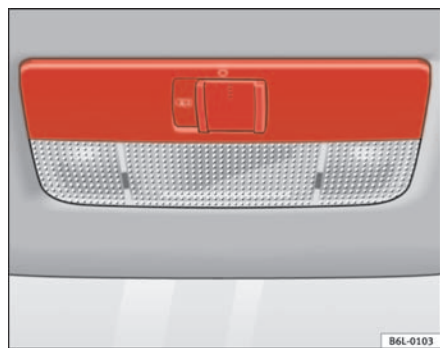

Fig. 61 Revestimiento interior del techo: iluminación delantera del habitáculo
Con el mando ⇒ fig. 61 (A) puede seleccionar las siguientes posiciones:
Desplazar el conmutador a la posición 0 ⇒ fig. 61 .